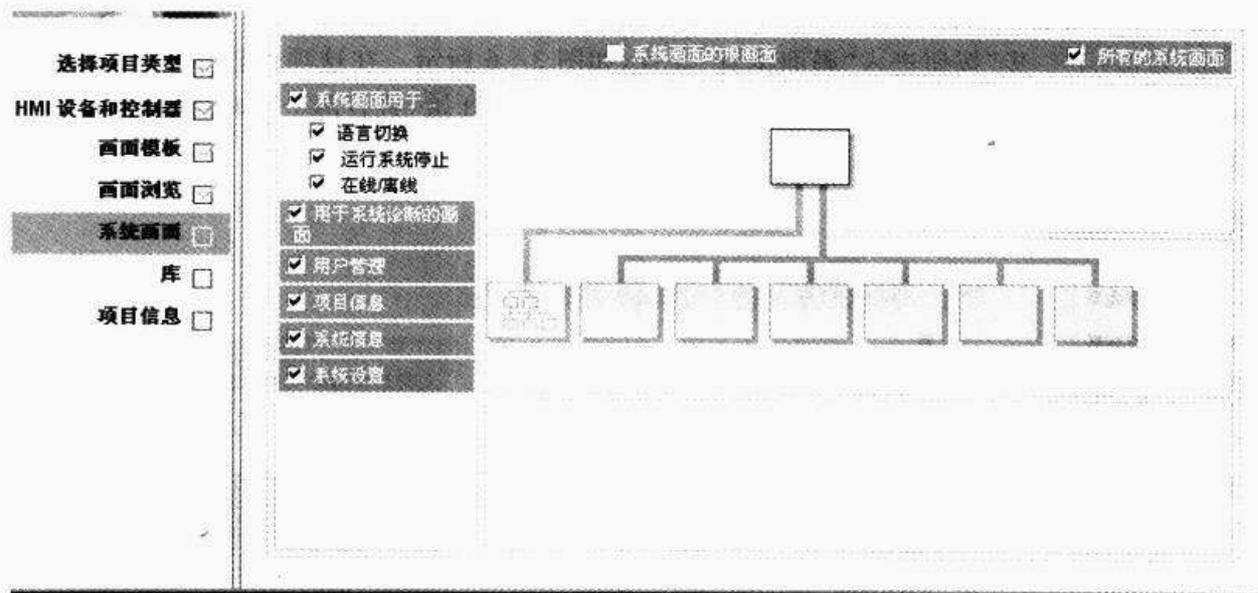

图 3-7 “系统画面”设置
⑦ 单击“下一步”按钮进入“系统画面”设置,如图3-7所示。在这项设置中,用户可定义项目中系统画面的组成情况。如图3-7定义了从初始画面开始,有六个系统画面:“系统诊断”、“项目信息”、“用户管理”和“系统信息”等。并且有一个系统画面中定义了“切换语言”、